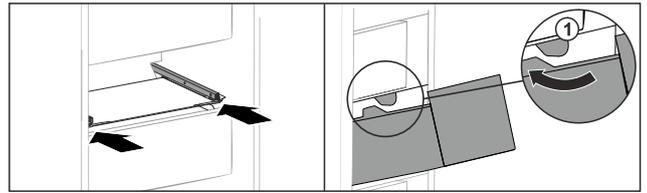

Fig. 156
- ▶ Guider le tiroir en contournant les butées Fig. 156 (1).